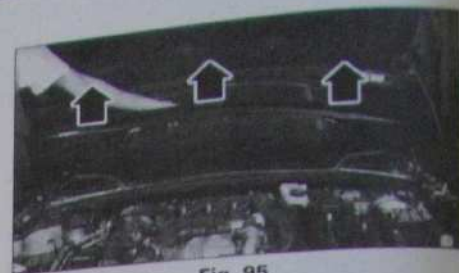

Fig. 95
- Extraire la grille d'auvent (4) (Fig. 95).